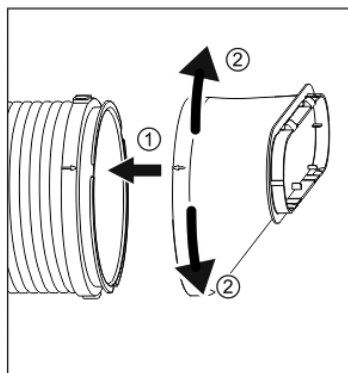

Fig. 2
3. Utilisez la même méthode pour connecter la sortie du tuyau et le tuyau ; (Fig. 2))